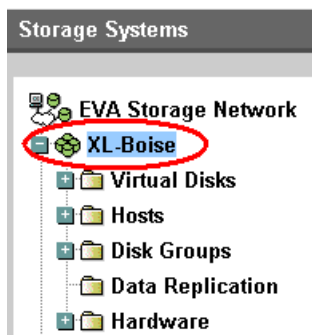

Figura 1 Selección de un sistema de almacenamiento
1. Abra HP Command View EVA y haga clic en el icono del sistema de almacenamiento que desea verificar. Consulte la Figura 1.